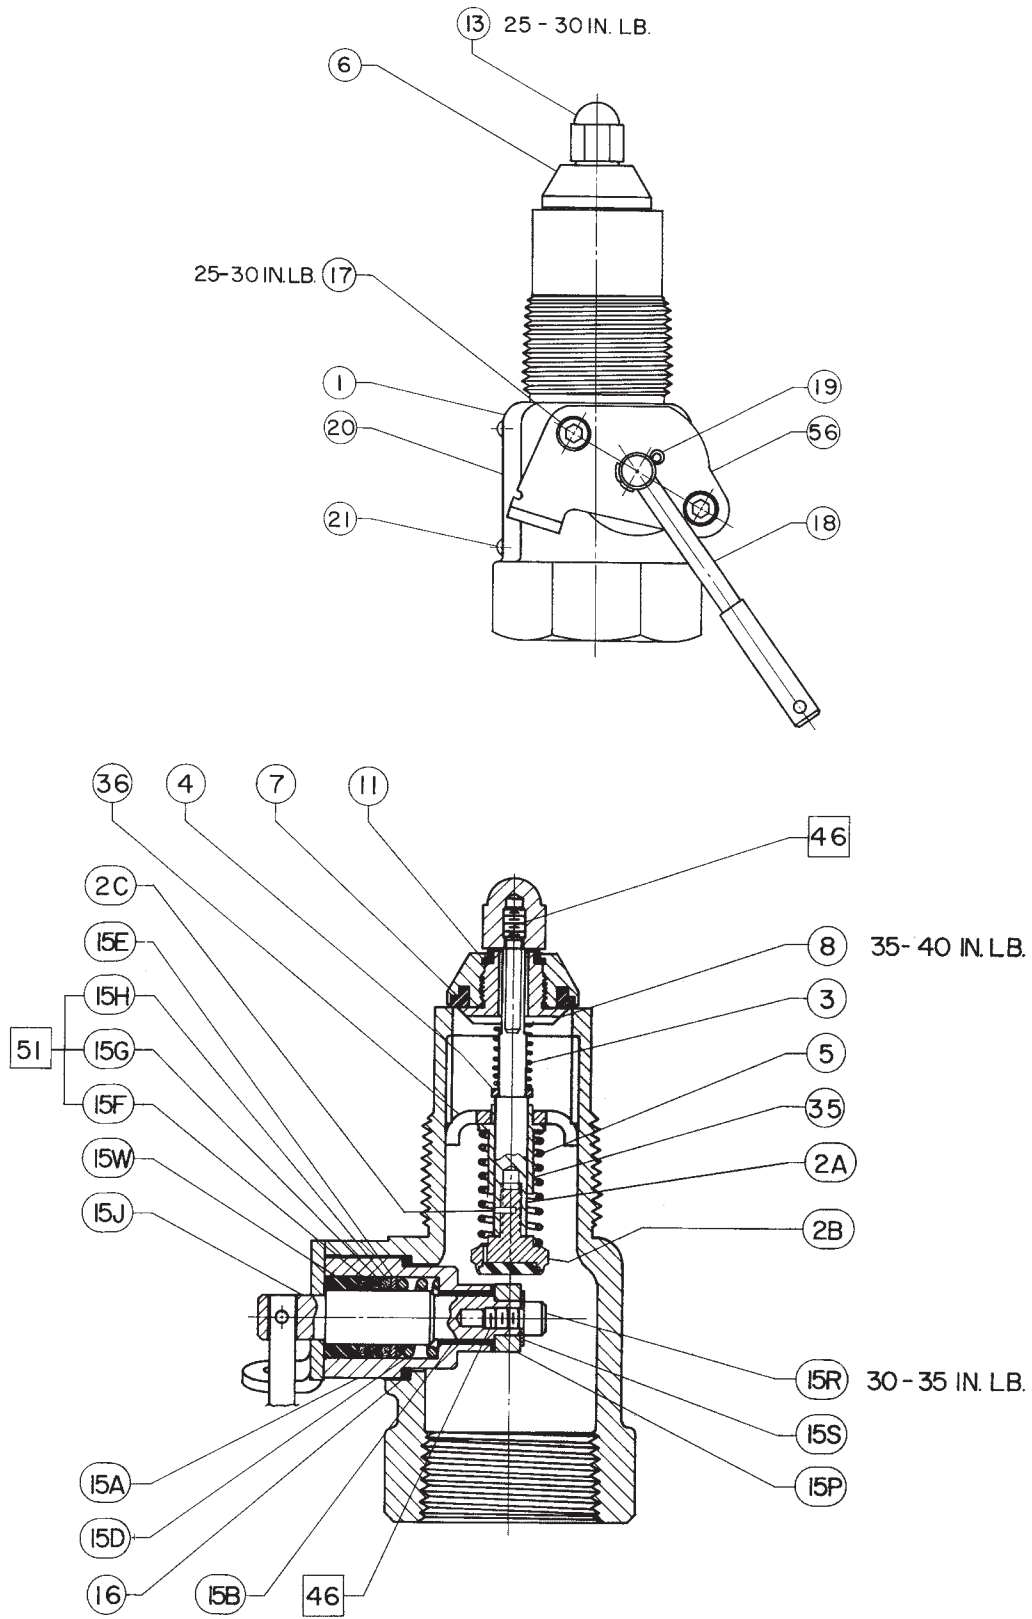

Figura 2. Tipo C407-10
Operación con cable—El enlace operativo debe hacer que la palanca operativa de la válvula se mueva desde la posición de cierre completo a dentro de un mínimo de 1/8 de pulgada (3,18 mm) (2°) de la posición de abertura completa. Un movimiento demasiado corto de la palanca operativa producirá un cierre prematuro de la válvula de exceso de flujo. El enlace de cable de control puede conectarse por el orificio de la palanca operativa (clave 18) para proporcionar una operación de válvula remota. (Ver la figura 2).
3. Mueva la palanca a la posición de abertura media (figura 2, vista #2) para ecualizar la presión. Cuando la muñeca principal se abra, mueva la palanca operativa a la posición de abertura completa.
Los números entre paréntesis se refieren a los números de las claves de la figura 2.